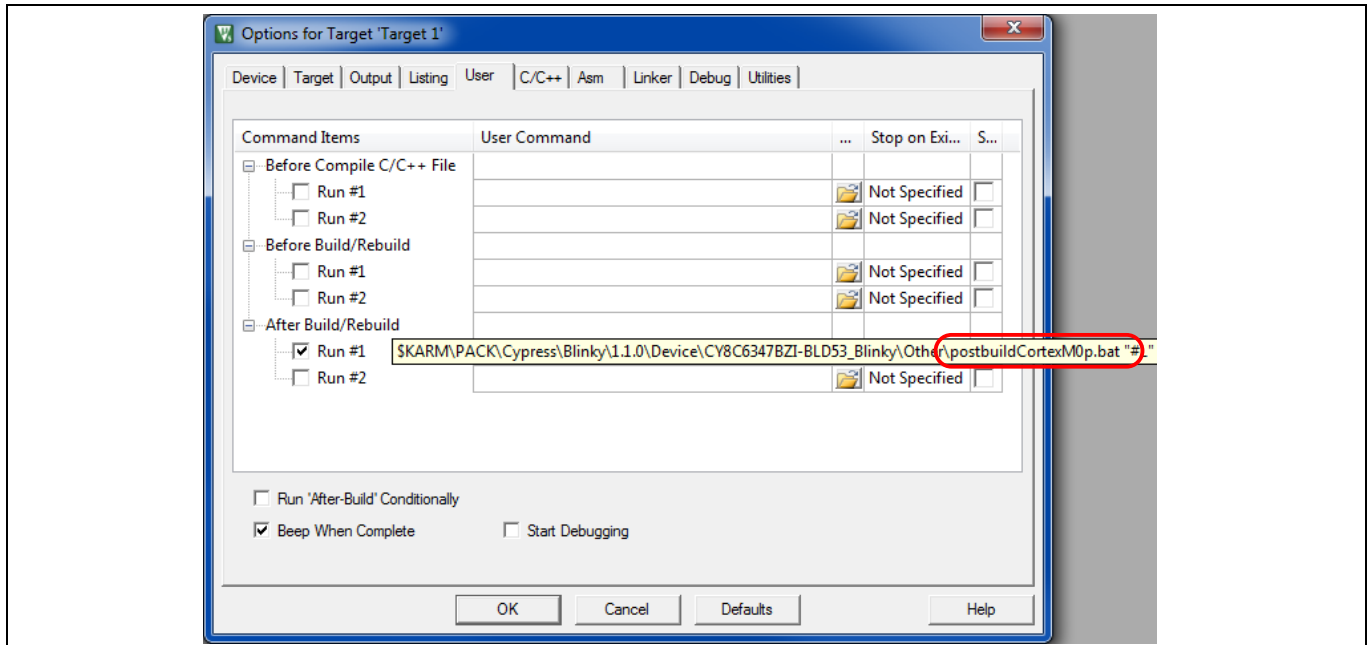

Figure 24 プロジェクトユーザーオプション
**User** タブで、パックからビルド後の正しいバッチファイルが呼び出されていることを確認してください。**Figure 24** に示すように、**User Command** フィールドの上にカーソルを置き、postbuildCortexm0p.bat が呼び出されることを確認してください。必要に応じて、他のビルド前およびビルド後のバッチファイルを追加し、他のオプションを選択してください。